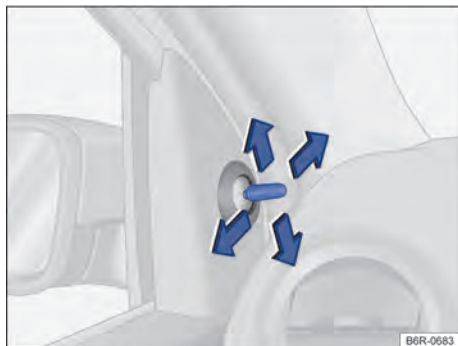

Fig. 84 Nas portas dianteiras: botão de ajuste dos espelhos retrovisores externos mecânicos.
- ◀ – Movimentar o botão de ajuste no revestimento das portas dianteiras → Fig. 84.